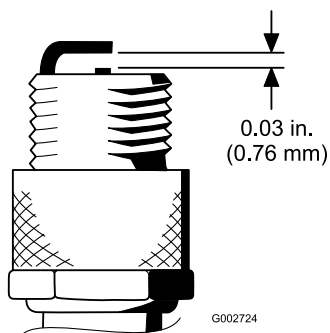

Figura 19
4. Ajuste el hueco entre los electrodos central y lateral a 0,76 mm (Figura 19). Tras ajustar correctamente los electrodos, coloque la bujía con su junta y apriétela a 23 Nm. Si no utiliza una llave dinamométrica, apriete la bujía firmemente.